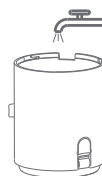

Рис. 8
8. Как показано на рис. 8, пылесборник, циклонный фильтр и его колпак можно очищать водой. Рекомендуется делать это один раз в неделю.